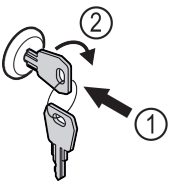

Fig. 140
- ▶ Schlüssel hineindrücken Fig. 140 (1).
- ▶ Schlüssel um 90° im Uhrzeigersinn drehen Fig. 140 (2).